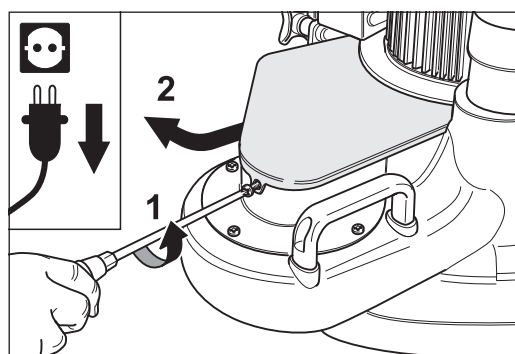

Fig. 46 Quite el tornillo de sujeción de la protección de la correa trapezoidal y después la protección de la correa trapezoidal.
- 9 Desenrosque el tornillo para sujetar la protección de la correa trapezoidal de la brida del cojinete del inserto del ventilador (Fig. 46).
- 10 Saque la protección de la correa trapezoidal de la ranura en la brida del cojinete del motor y dépositela a un lado (Fig. 46).